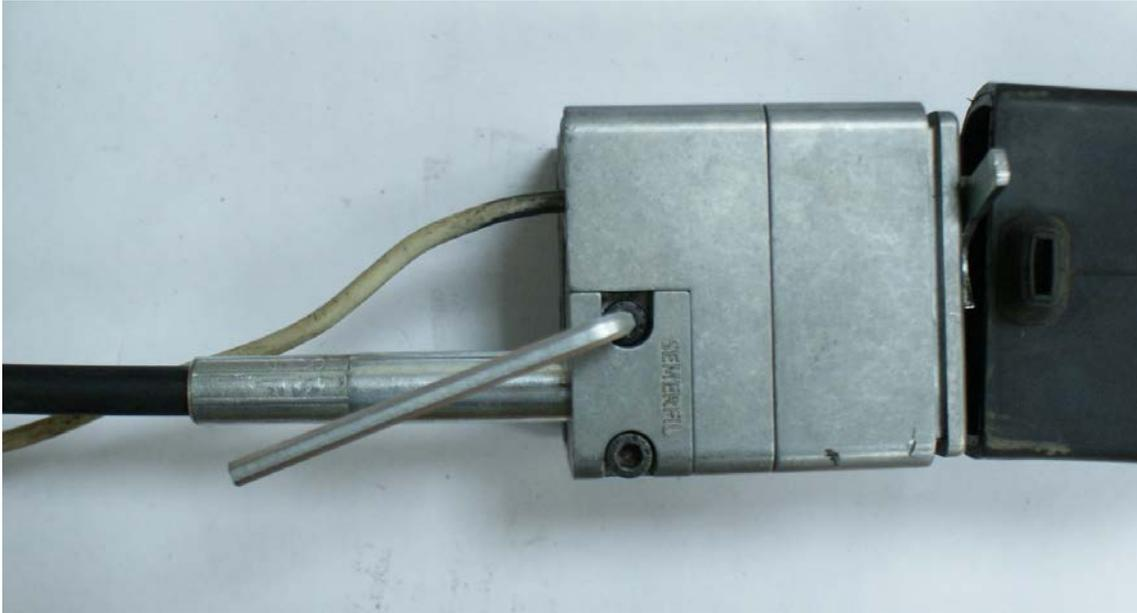

Рис. 2.20
- установить фиксирующую планку на место, закрутить винты (рис. 2.20).